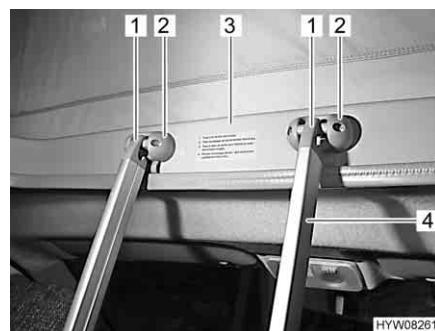

Fig. 53 Scaletta di accesso
Per accedere al letto sul tetto a soffietto utilizzare sempre la scaletta di accesso (Fig. 53,4) montata di serie.
- Agganciare la scaletta con i due archetti (Fig. 53,1) nelle griffe (Fig. 53,2) del telaio (Fig. 53,3) del tetto a soffietto.